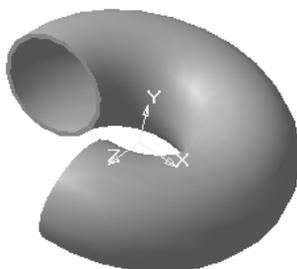

Рис. 7.6. Модель тора
1. При помощи операции **Вращения** создадим трёхмерную модель тора (рис. 7.6).